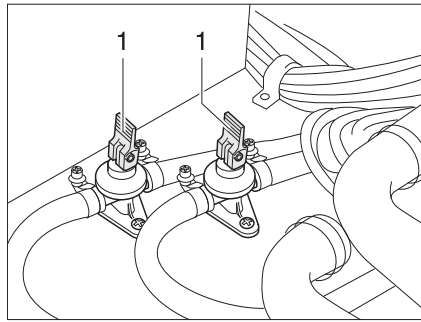

Fig. 125 Robinets de vidange
- Fermer les robinets de vidange. Placer les leviers à bascule (Fig. 125,1) en position horizontale.
- Ouvrir les robinets de vidange (Fig. 125). Pour cela, placer les leviers à bascule (Fig. 125,1) en position verticale. Le chauffe-eau est vidé à l'extérieur par le biais des robinets de vidange.